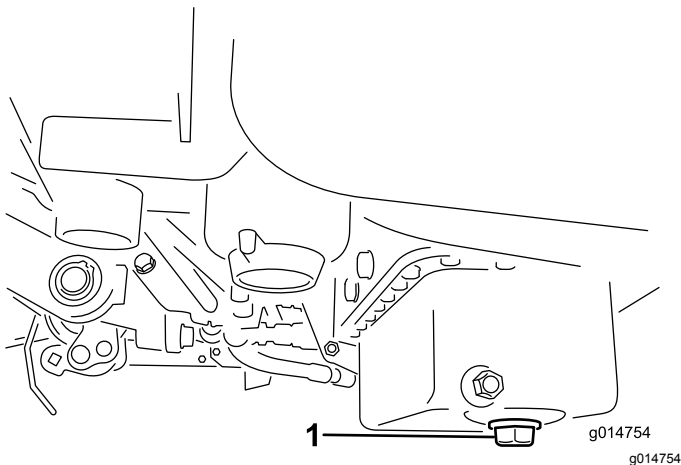

Figure 30
1. Retirez le bouchon de vidange et laissez couler l'huile dans un bac de vidange. Remettez le bouchon quand la vidange est terminée (Figure 30).